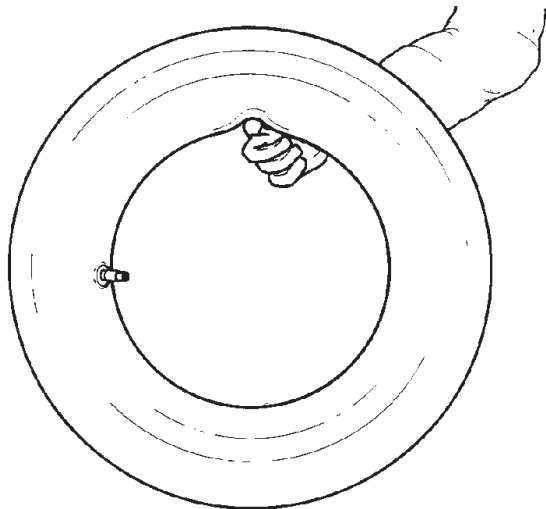

Fig. 5.1-2
C. Gonfler légèrement la chambre : si on la tient avec l'index, elle devrait être un peu courbée (Fig. 5.1-2).